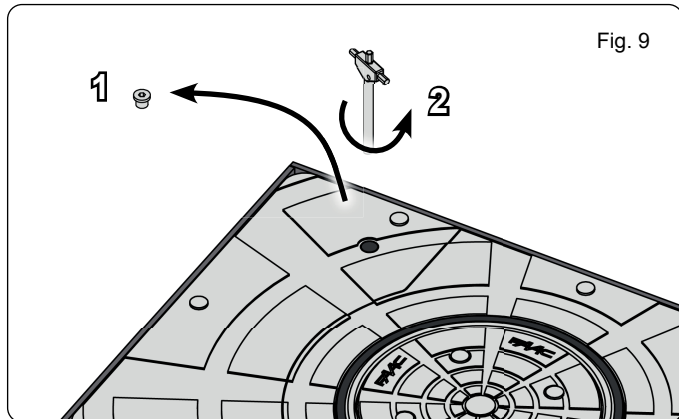

Fig. 9
1. Destornille el tornillo de cierre situado en la cabeza del pilón (fig. 9, ref.1).
3. Gire en sentido antihorario para bajar el pilón (fig. 9, ref.2).